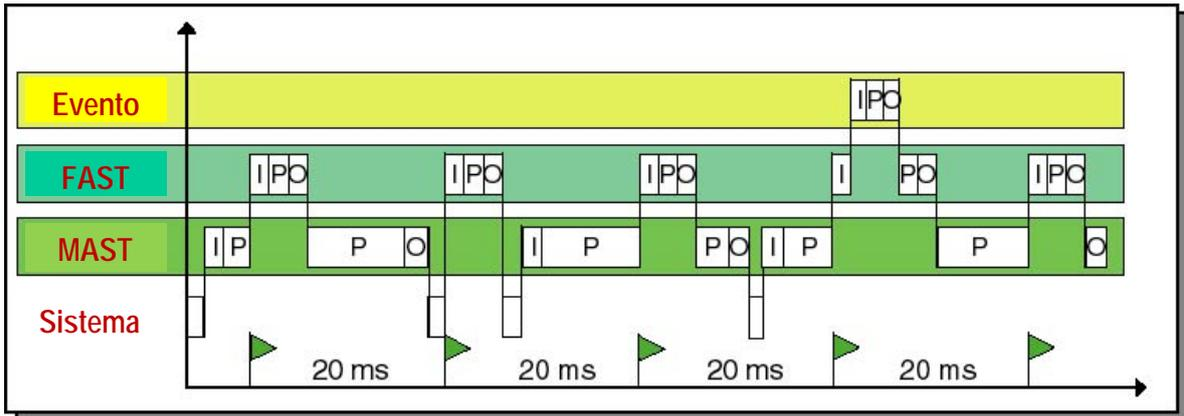

Figura 20. Ejemplo de funcionamiento en modo multitarea.
La Figura 20 muestra un ejemplo de ejecución multitarea. Los intervalos I, P y O se refieren a las etapas de lectura de entradas (I), procesamiento (P), y escritura de salidas (O) de cada ciclo de ejecución. Se observa como una tarea de evento es la más prioritaria, seguida de la FAST y después la MAST. Las tareas AUX son de menos prioridad que las MAST.